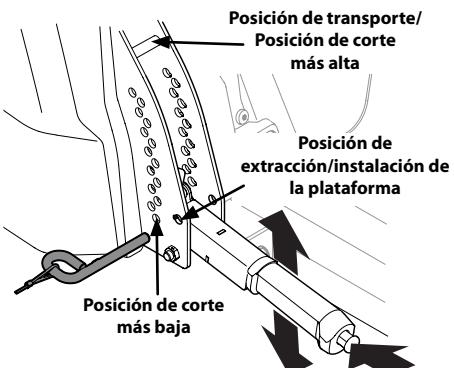

Figura 4-12
- Usando la manija de elevación de la plataforma, levante la plataforma a la posición que le ofrece mayor recorrido horizontal de la correa entre las poleas locas de la plataforma y la polea de la PTO en la base del motor. Consulte Figura 4-12.
- Baje la plataforma hasta la posición de extracción/installación usando la manija de elevación de la plataforma. Consulte Figura 4-12.
- Coloque la manija de elevación de la plataforma en la posición de corte más elevada. Vea la Figura 4-12.